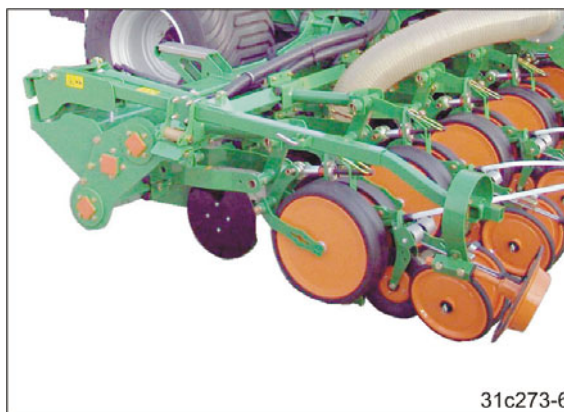

Fig. 223
2. Aktivér traktorstyreenheden *gul*, indtil begge spormarkører ligger på mod maskinens udliggere (se Fig. 223).